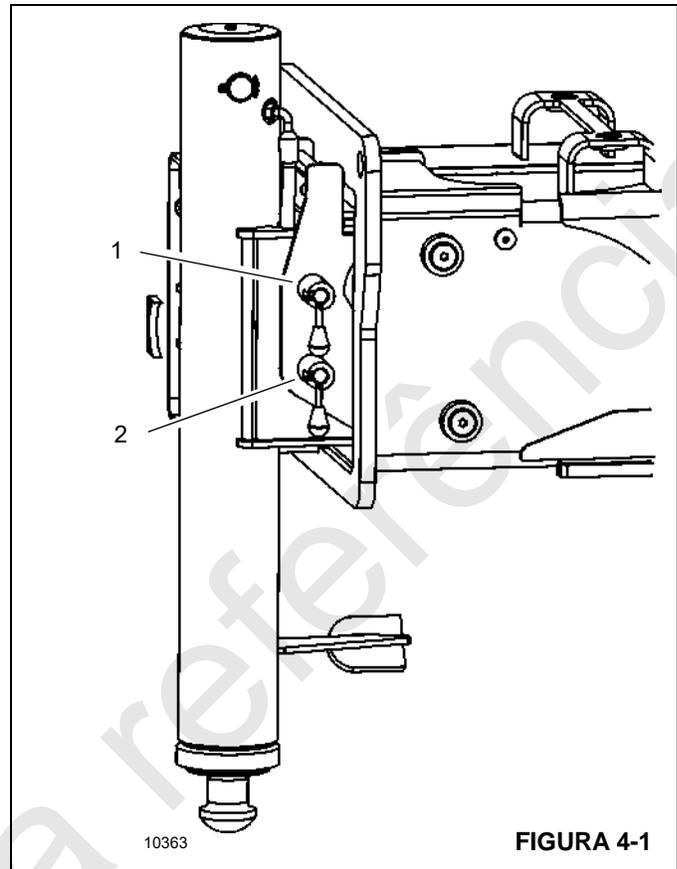

FIGURA 4-1
- b. Posição 50% estendida. Engate a trava manual de 50% girando a alavanca no sentido horário (1, Figura 4-1) para a posição intermédia.
- c. (Somente NTC40-2/NTC45-2) posição 75% estendida. Engate a trava manual (2, Figura 4-1) girando a alavanca no sentido horário.